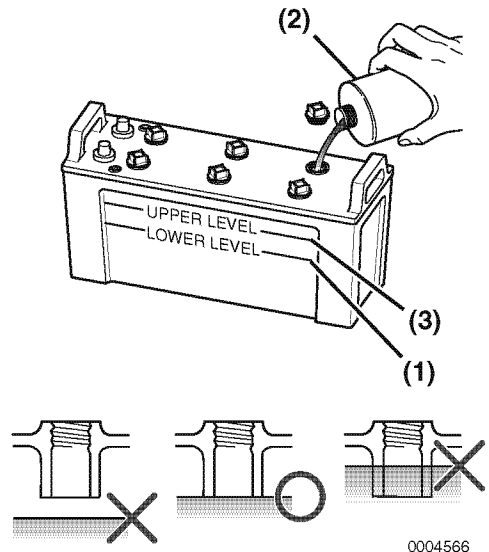

Figura 4
4. Se o nível está abaixo do mínimo, encha o nível (**Figura 4, (1)**), encha-o com água destilada (**Figura 4, (2)**) (disponível em lojas) até o limite superior (**Figura 4, (3)**) da bateria.